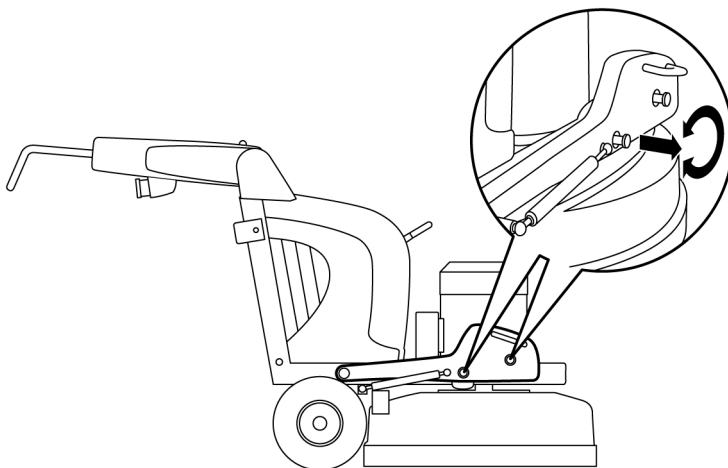

Figura 4-3. Pesi ripiegati in avanti
- Estrarre i singoli perni e bloccarli ruotandoli nella direzione indicata dalla freccia, vedere Figura 4-3, pagina 15.
Per aumentare la pressione di levigatura, e quindi l'azione della macchina, i pesi devono essere ripiegati in avanti, vedere Figura 4-3, pagina 15.